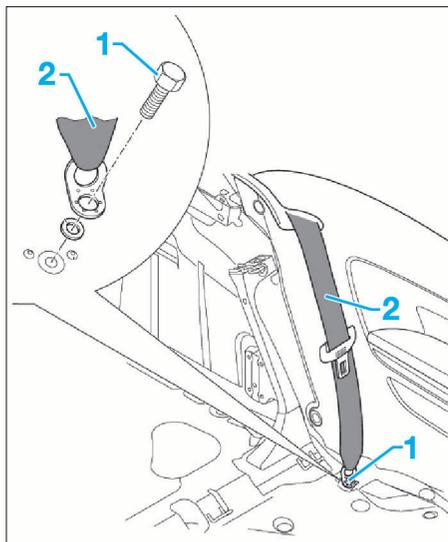

FIG. 33
- Déposer la vis de fixation (1) de la ceinture de sécurité (2) (Fig.33).